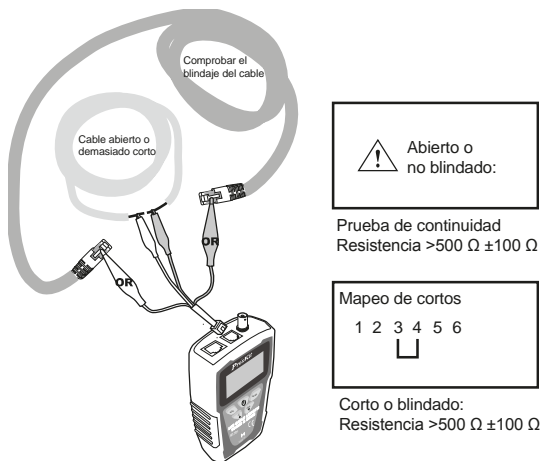

Figura 11 COMPROBAR SI UN CABLE DE RED ESTÁ BLINDADO Y PRUEBA DE CONTINUIDAD
- Si no pudo distinguir la intensidad de señal en cada grupo, es posible que el cable esté cortocircuitado o abierto. Realice la prueba de continuidad para comprobar el estado del cable (consulte la figura 11).
1. Consulte la figura 11, enchufe el cable de conexión de la pinza cocodrilo al puerto RJ11 y conecte otro terminal con el cable probado.
4. Aparece un resultado como el de la figura 11.